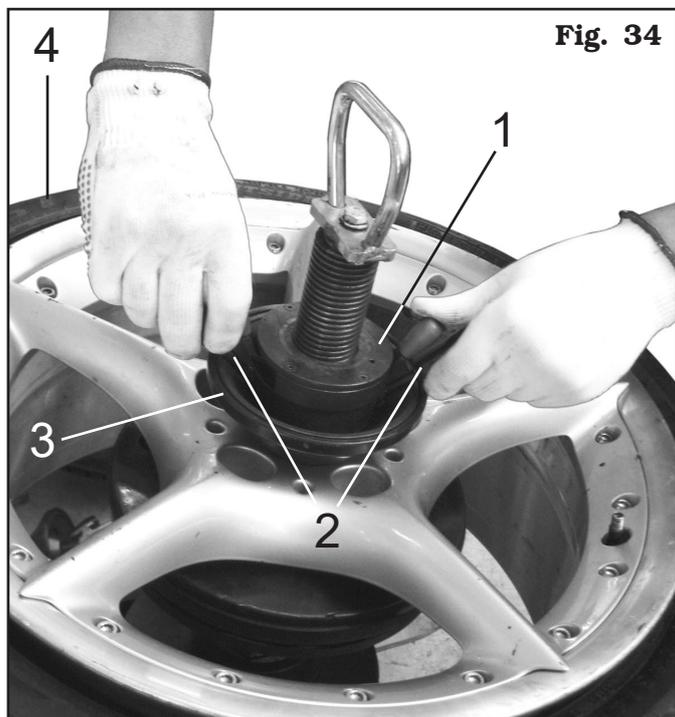

Fig. 34
6. quindi, ruotare la ghiera (Fig. 34 rif. 1) tramite le leve esterne (Fig. 34 rif. 2) fino al completo serraggio del cono (Fig. 34 rif. 3) sulla ruota (Fig. 34 rif. 4);